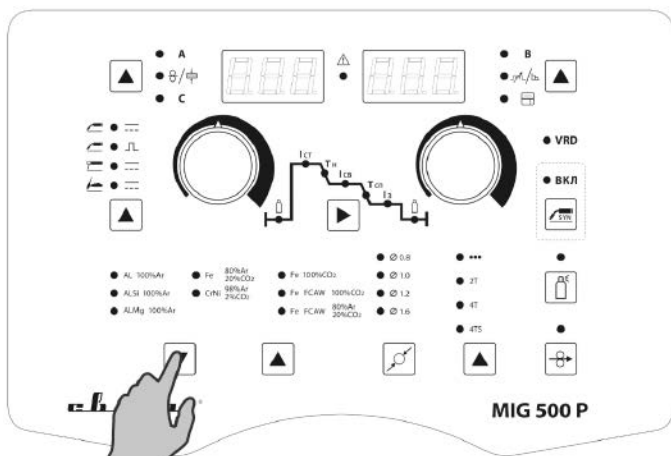

Рис. 8.7.3. Выбор типа проволоки и защитного газа.
3. Выберите тип проволоки и защитного газа (см. рис. 8.7.3). Сварочная проволока выбирается в зависимости от типа свариваемого металла, защитный газ выбирается в зависимости от требований, предъявляемых к сварочному шву (см. табл. 7.0.2, поз. 15, п.1).